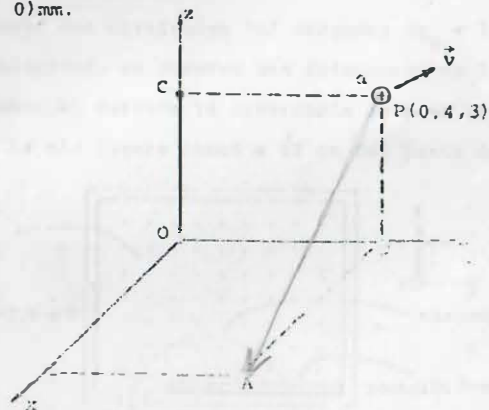

FIGURA P5.2
5.2 Una partícula  $\alpha$  ( $q_\alpha = 3.2 \times 10^{-19} \text{ C}$ ) se mueve con velocidad constante  $\vec{v} = (4 \hat{y} + 3 \hat{z}) \times 10^3 \frac{\text{m}}{\text{s}}$ ; suponga que para un cierto instante su posición es la mostrada en la figura P5.2 y calcule el vector inducción magnética  $\vec{B}$  en los puntos A(4, 4, 0) mm, B(0, 4, 0) mm, C(0, 0, 3) mm y O(0, 0, 0) mm.